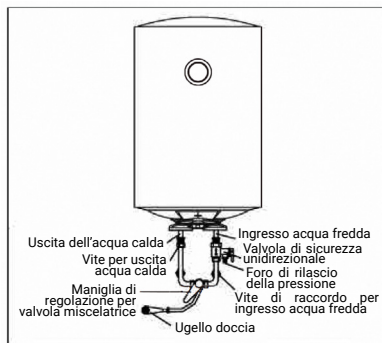

Fig. 3
- Per evitare perdite durante il collegamento dei tubi, è necessario aggiungere all'estremità delle filettature le guarnizioni di tenuta in gomma fornite con il termos (vedi Fig. 3). Garantire giunti a tenuta stagna.